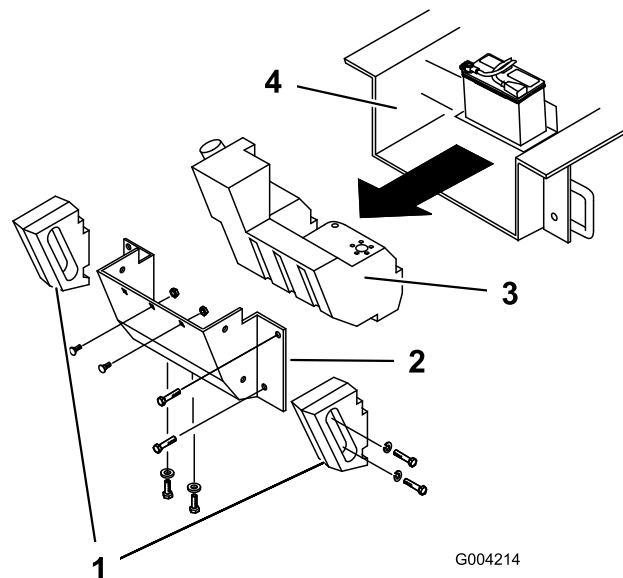

Рисунок 65
Регулярно открывайте капот и осматривайте пространство под двигателем, используя для этого фонарик. Если толщина загрязнений составляет от 2,5 до 5 см, выполните следующую процедуру (см. Рисунок 65 на протяжении всей процедуры):
5. Снимите болты, шайбы и стопорные шайбы, которые крепят два боковых груза; снимите грузы (Рисунок 65).
8. Удалите 6 гаек и болтов крепления задней панели; снимите панель (Рисунок 65).
10. Сдвиньте топливный бак назад (Рисунок 65).
17. Вставьте в шасси часть топливного бака (Рисунок 65).
23. Поставьте на место заднюю панель и закрепите ее шестью снятыми ранее болтами и гайками (Рисунок 65).
25. Установите боковые грузы и закрепите их снятыми ранее болтами, шайбами и стопорными шайбами (Рисунок 65).